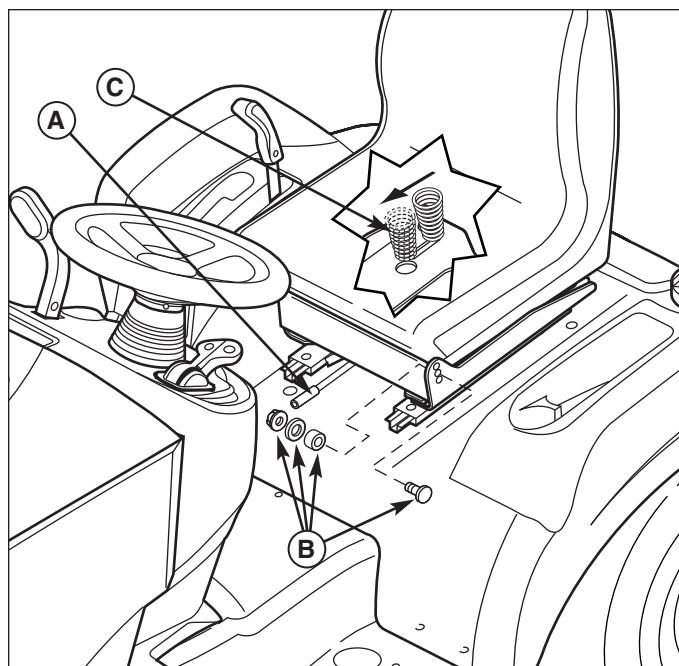

Figura 26. Regolazione del sedile
Il sedile può essere regolato longitudinalmente in tre posizioni. Per effettuare la regolazione, smontare dalla cerniera i bulloni, i distanziali, le rondelle e i dadi (B, Figura 26) e rimontarli nei fori del caso.
Il sedile può essere regolato in avanti ed all'indietro. Spostare la leva (A, Figura 26), sistemare il sedile nella posizione desiderata e rilasciare la leva per bloccare il sedile in posizione.
Le molle del sedile (C, Figura 26) possono essere regolate in modo che siano più morbide o più rigide. Inclinare il sedile in avanti e fare scorrere l'assieme delle molle (C) in avanti per avere un sedile più morbido, indietro per più rigido.